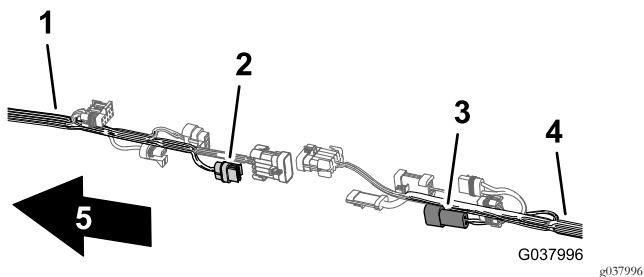

图109
- 把用于冲洗泵的前线束 2 针接头连接至用于冲洗泵的后线束 2 插槽接头图 109。